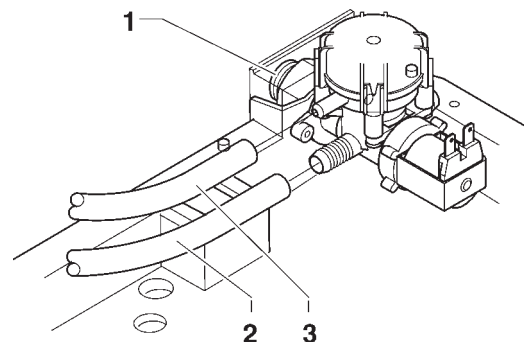

Fig. 15
Lorsqu'on ouvre la porte, un micro-interrupteur spécial coupe la tension de l'équipement électrique de l'appareil. Pour remettre l'appareil sous tension lorsque la porte est ouverte, il suffit d'engager la clé prévue à cet effet dans la fente (voir fig. 15).
Avec un tube approprié (disponible comme kit additionnel), à même de supporter la pression de réseau, et du type reconnu pour emploi alimentaire avec un diamètre interne d'au moins 6 mm, relier le réseau au raccord 3/4" gaz de l'électrovanne de l'arrivée d'eau (voir fig. 15).
L'électrovanne d'entrée de l'eau (voir fig. 15) est équipée d'un dispositif anti-débordement, qui bloque mécaniquement l'entrée d'eau lors d'une panne de l'électrovanne ou du mécanisme de contrôle du niveau d'eau dans la chaudière.
- dévisser l'écrou de fixation du tuyau d'alimentation de l'électrovanne pour décharger la pression résiduelle du réseau puis le resserrer (voir fig. 15) ;